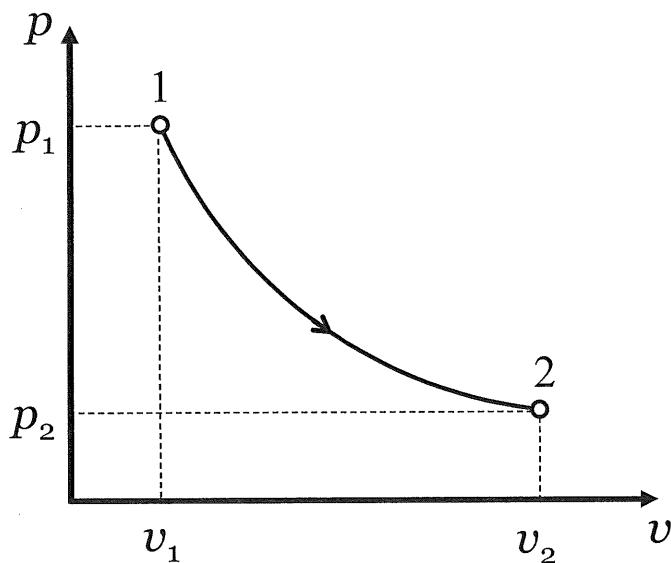

図 1
1. 図 1 に示すように、理想気体が状態 1 (p_1, v_1, T_1) から状態 2 (p_2, v_2, T_2) まで、周囲と熱交換を行わないで可逆的に状態変化を行ったとする。なお、圧力 p 、比体積 v 、温度 T 、気体定数 R 、定積比熱 c_v 、定圧比熱 c_p 、比熱比 κ 、比エンタルピ h 、比内部エネルギー u とする。